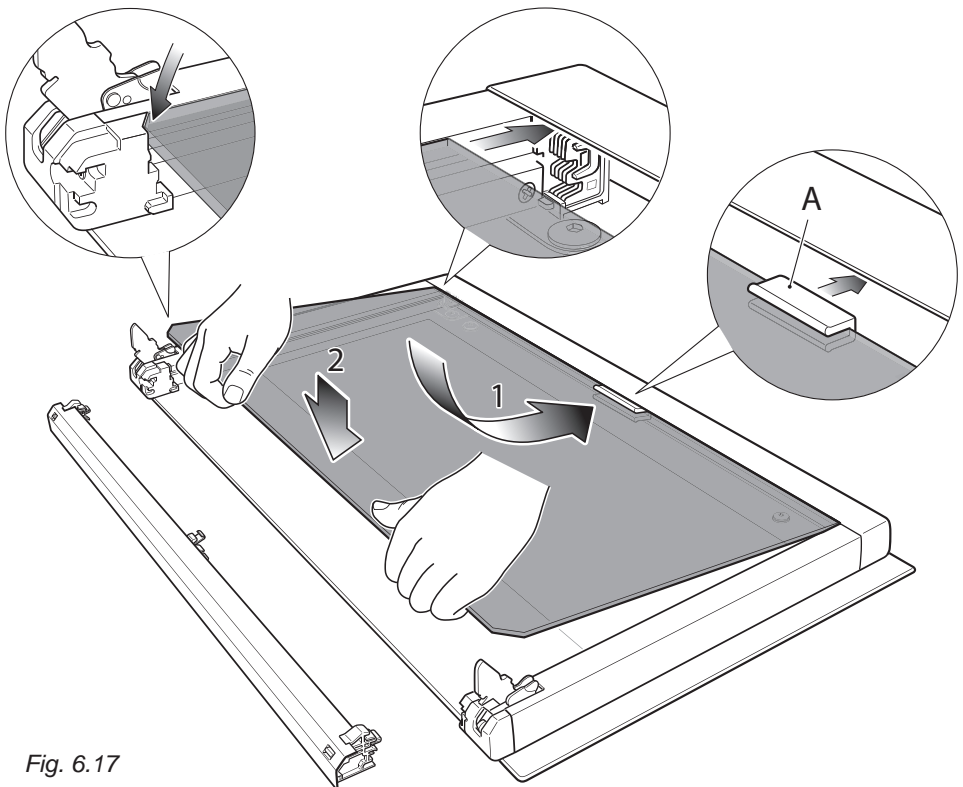

Fig. 6.17
1. Placera glaset enligt Fig. 6.17. Glaspanelen måste placeras som illustrerad annars passar panelen inte i beslaget. **Obs:** Använd aldrig ugnen utan den inre glaspanelen.
5. Kontrollera att tätningslisten "A" (Fig. 6.17) är i rätt läge. Om den inte är rätt placerad måste den centreras på botten av glaset.
6. Sätt glaset i de översta hackor och skjut försiktigt in enligt Pil 1 i fig. 6.17.
7. Sänk försiktigt glaset som visas med pilen 2 i fig. 6.17.